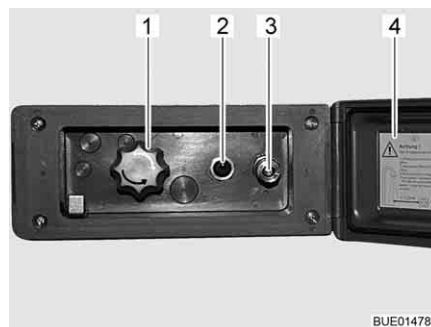

Bild 95 Duschanslutning utsida
- Lås upp och öppna locket (Bild 95,4).
- Anslut ytterduschens slang med snabbkopplingen (Bild 95,3).
- Koppla in vattenpumpen med brytaren (Bild 95,2).
- Ställ in vattentemperaturen enligt önskemål med vredet (Bild 95,1).
- Koppla ur vattenpumpen med brytaren (Bild 95,2).
- Stäng locket (Bild 95,4) och lås det med nyckeln.
- Ställ vredet (Bild 95,1) på mittläget.